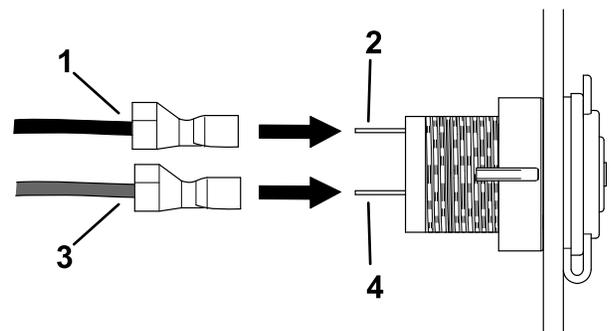

Figure 2
1. Branchez les connecteurs du faisceau de câblage de la prise aux bornes de la prise 12 V (Figure 2).